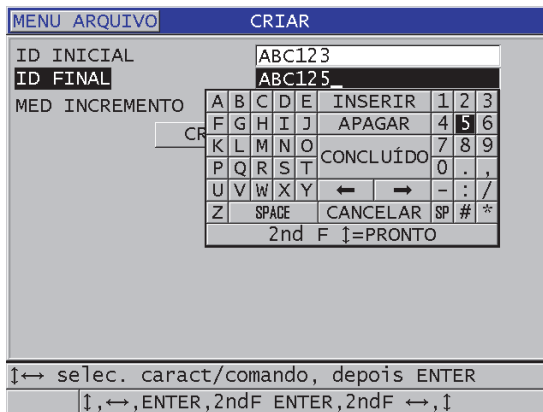

Figura 11-5 Selecionar a extensão do ID para arquivo de tipo sequencial
3. Na segunda página da tela **CRIAR** (veja Figura 11-5 na página 186):